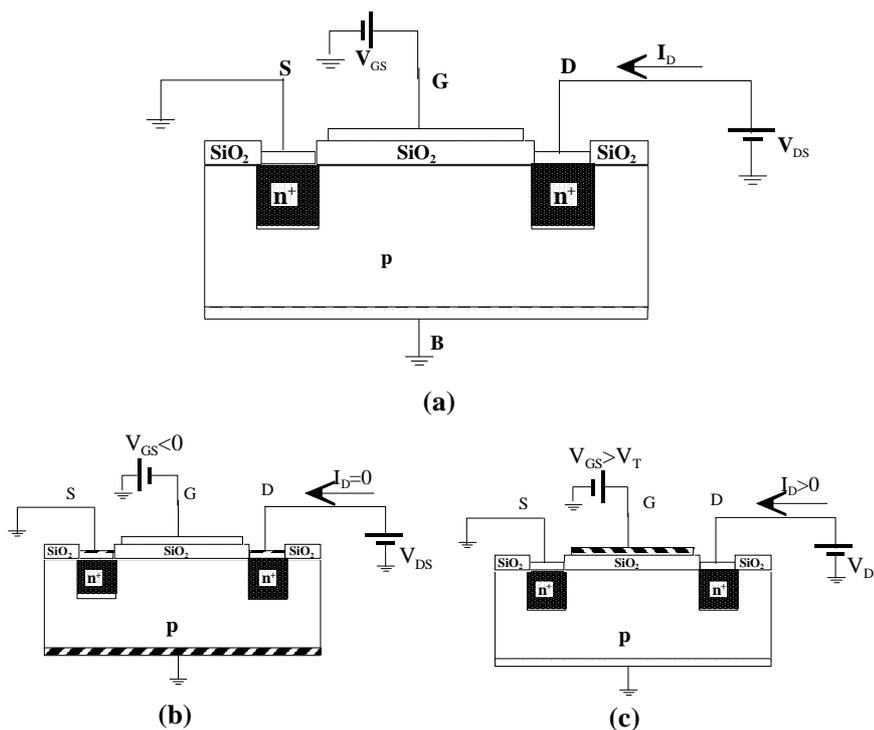

Figura 2.28 Estructura básica y condiciones de polarización para realizar el estudio
El terminal de puerta (G), al igual que en la capacidad MOS, está formado por un plano metálico (polisilicio, generalmente) y está separado del semiconductor (sustrato) por una fina capa de aislante (SiO_2) (ver figura 2.28).
Para ver el funcionamiento cualitativo de los transistores MOSFET de acumulación se va a utilizar un transistor canal n . En la figura 2.28 se muestra la estructura básica y las tensiones de los diferentes terminales. Obsérvese que en este caso al tratarse de un transistor canal n los portadores mayoritarios son los electrones, por tanto considerando que V_{DS} es positiva la corriente (huecos) fluye en el sentido indicado en la figura 2.28, o lo que es lo mismo, por el terminal D salen ("drena") electrones. También se puede ver que en este caso el diodo que se forma entre fuente (S) y sustrato (B) está cortocircuitado, por lo que no existe posibilidad de que se polarice en directa, en cuanto a la unión drenador (D)-sustrato (B) estará polarizada en inverso, siempre y cuando $V_{DS} \geq 0$.
Antes de analizar la variación de la corriente de drenador (I_D) con las tensiones V_{DS} y V_{GS} se van a mostrar las diferentes situaciones que se pueden presentar en la interfaz óxido semiconductor p (sustrato) dependiendo de la polaridad y valor de la tensión de puerta V_{GS} , tal como se puso de manifiesto en el estudio de la capacidad MOS. Para el caso de la figura 2.28, donde el sustrato es p se pueden presentar las siguientes situaciones significativas:
3. $V_{GS} > V_T$, esta situación coincide con la de inversión (recuérdese el estudio de la capacidad MOS), por lo tanto en la interfaz óxido-semiconductor (semiconductor del sustrato) se acumulan electrones (se produce la inversión) lo que hace que las dos zonas **n⁺** queden unidas por otra zona también **n** (figura 2.28.c). En estas condiciones puede existir corriente entre D y S cuyo valor depende del valor de V_{GS} y de V_{DS} . La zona de inversión que se produce entre las dos zonas **n⁺** se denomina canal. Como se puede observar, al hacer funcionar a la capacidad MOS en la zona de inversión puede existir corriente entre D y S gracias a esa zona de inversión, es como si se abriera un canal entre las dos zonas (islas) **n⁺**. Obsérvese que cuando se forma canal éste es de tipo **n**, por ello el transistor se denomina canal **n**.